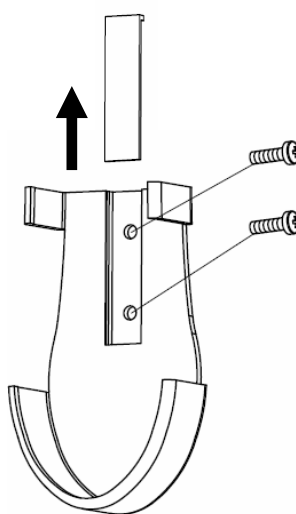

Fig. 14a
- Rimuovere la copertura delle viti e installare il supporto alla parete usando le 2 viti, quindi reinstallare la copertura delle viti (Fig. 14a).